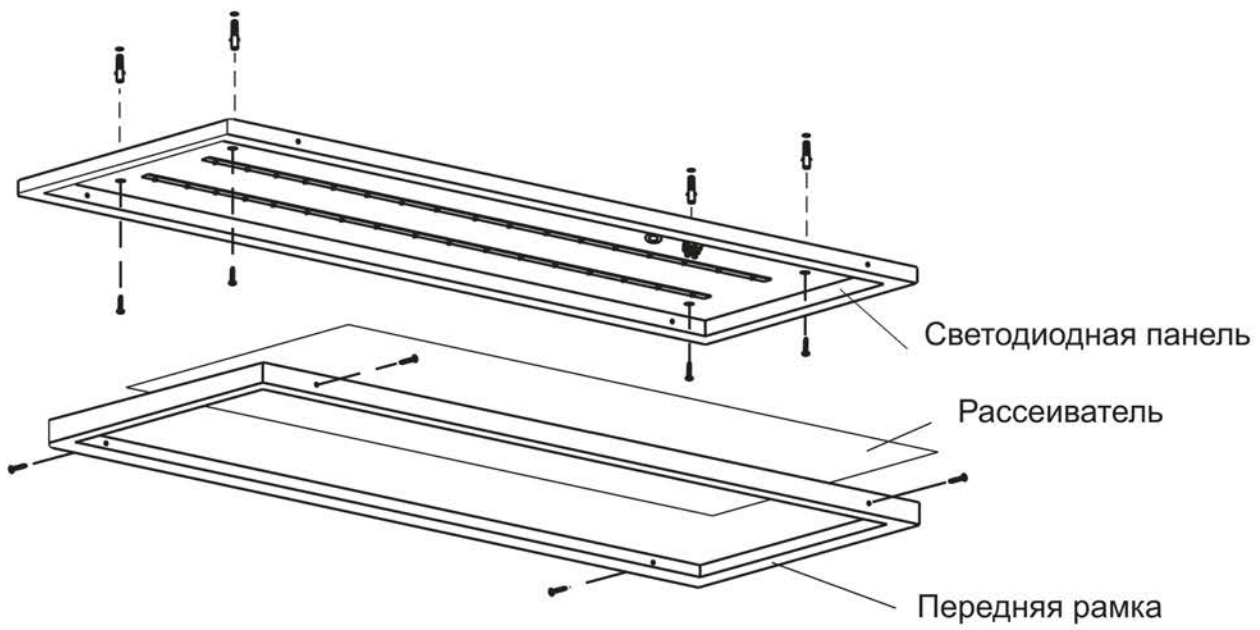

Рисунок 1
5.2.2 Накладной монтаж светодиодной панели осуществляется непосредственно на поверхность потолка с креплением светильника через отверстия в корпусе (рисунок 1). Крепёж для накладного способа монтажа в комплекте не поставляется.